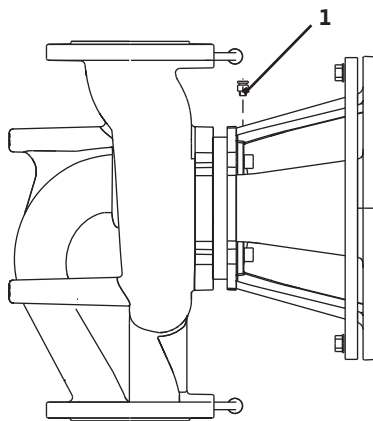

fig. 17: Avluftningsventil
- Avluftningsventilen (fig. 17, pos 1) ska alltid peka uppåt.